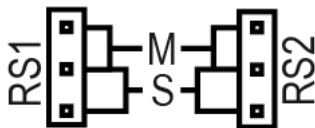

Рисунок 6.8 – Положення перемичок підтягувальних резисторів
За допомогою встановлення перемичок (під бічною кришкою біля клем інтерфейсу RS-485) можна підімкнути (M) або відімкнути (S) підтягувальні резистори лінії зв'язку А і В (див. рисунок 6.8). Підтягувальні резистори встановлюються для задавання визначеного стану лінії зв'язку, коли у мережі RS-485 немає передачі. Резистори встановлюються в одному місці мережі RS-485, — як правило, біля Майстра мережі.